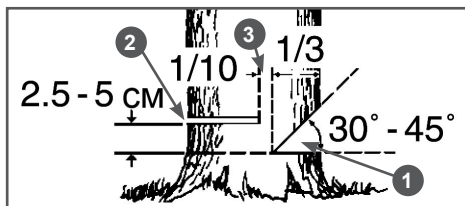

Рис. 14 Расположение запила, пропила и недопила
4. Начните пилить с той стороны дерева, куда оно должно упасть (Рис. 14). Сделайте запил 1 с той стороны, куда должно упасть дерево, глубиной примерно $1/3$ диаметра ствола и под углом от 30 до 45 градусов (Рис. 14). Линия стыка двух пропилов, образующих запил, называемая направляющей линией, должна располагаться как можно более горизонтально и под углом 90 градусов к направлению валки.
жен оставаться недопил 3 примерно $1/10$ диаметра ствола. Вставьте своевременно клин в пропил 2 (Рис. 14). Недопил 3 действует как шарнир и позволяет контролировать падение дерева (Рис. 14).
Ни в коем случае не допиливать до конца недопил 3 (Рис. 14), так как вы не сможете контролировать направление падения дерева.